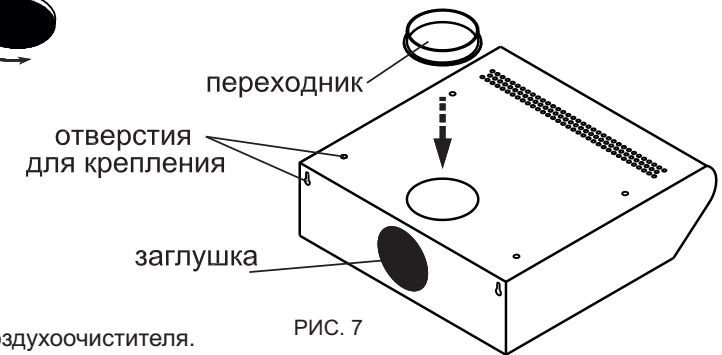
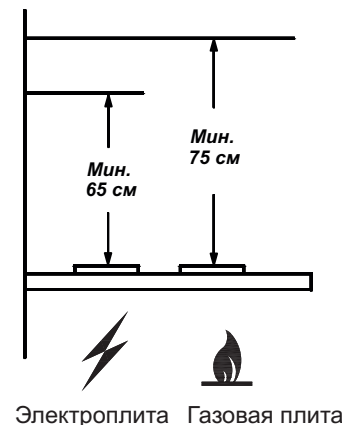

РИС. 7
РИС. 1
- заглушкой (рис. 7) закройте отверстие на задней стенке изделия;
При установке воздухоочистителя соблюдайте указания п.1.2 (рис.1). Разметьте и просверлите четыре отверстия, согласно отверстиям для крепления на верхней панели корпуса воздухоочистителя (рис. 7). Затем прикрепите его к полке.
1.2 Устанавливайте его над плитой, как показано рис. 1.
4.6 Воздухоочиститель устанавливайте над плитой в соответствии с рис. 1.